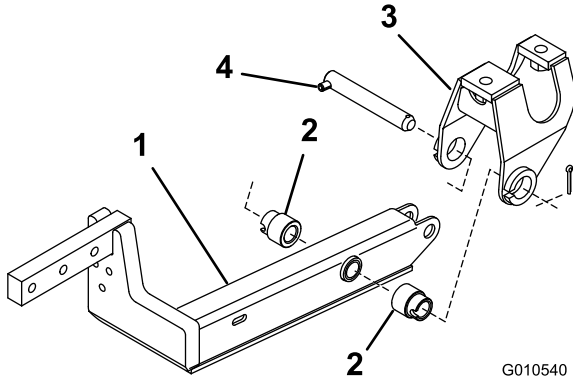

Figura 2
4. Monte un brazo de elevación en el soporte de giro con 2 espaciadores, un pasador de giro, y una chaveta (5/32 x 1-3/4 pulgadas). Monte el brazo de elevación con la curva hacia fuera (Figura 2).